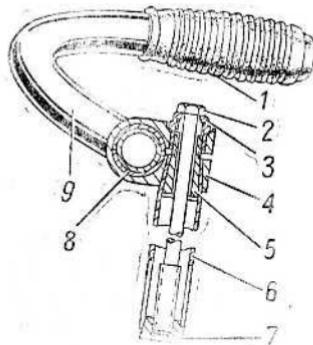

Рис. 2. Руль
2. Для удобной посадки велосипедистов различного роста руль (рис. 2) велосипеда регулируется по высоте и наклону ручек.
Рекомендуется такое положение руля по высоте, при котором ручки руля находились бы выше уровня седла на 100—150 мм, причем изгиб средней части руля должен быть направлен вниз (см. рис. 2). Наклон ручек руля велосипеда определяется удобством положения кисти руки.
Для изменения наклона ручек руля отверните болт 2 (рис. 2) и гайку 3 конуса 5 на два оборота и вращением трубы руля установите требуемый наклон ручек. Затем заверните гайку 3 и болт 2, чтобы